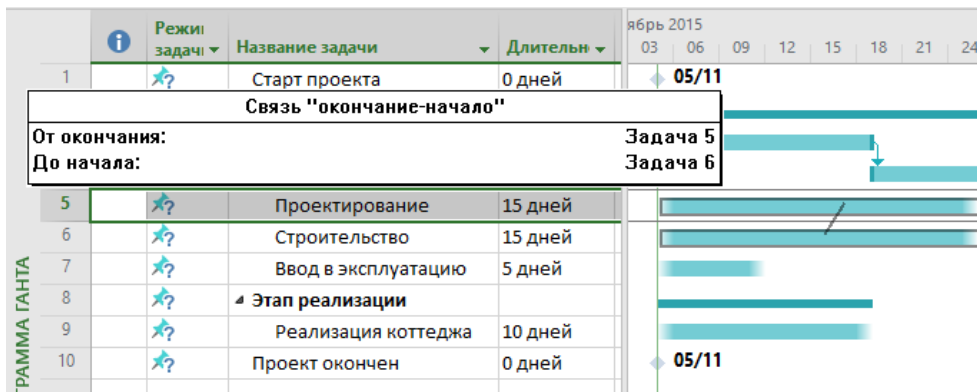

Рисунок 3.26 – Установка связей с помощью левой кнопки мыши
2. С помощью левой кнопки мыши (см. ниже рисунок 3.26).